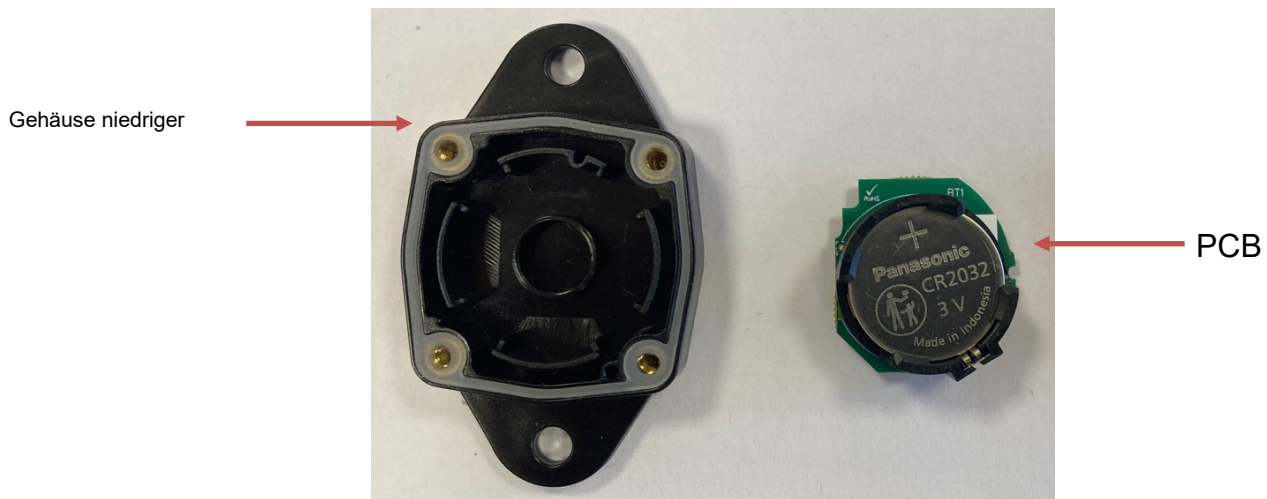

Abb. 2 – Platine aus dem unteren Gehäuse entfernt
- Entfernen Sie vorsichtig die Platine aus dem Gehäuseunterteil (Abb. 2).